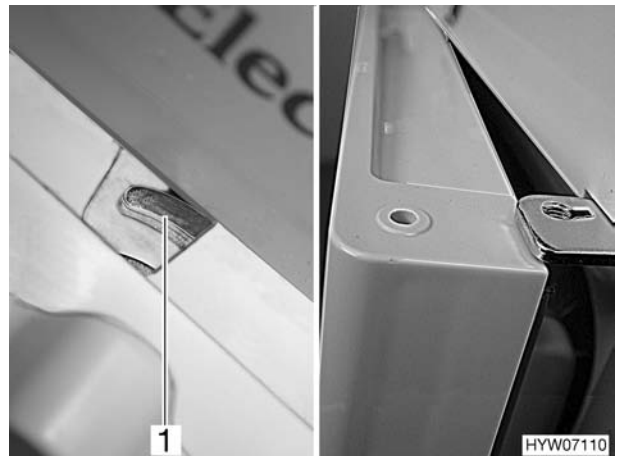

Bild 148 Kühlschranktür in Lüftungsstellung
- Kühlschranktür mit Hilfe der Türarretierung (Bild 148,1) fixieren. Die Kühlschranktür bleibt damit leicht geöffnet (Bild 148).